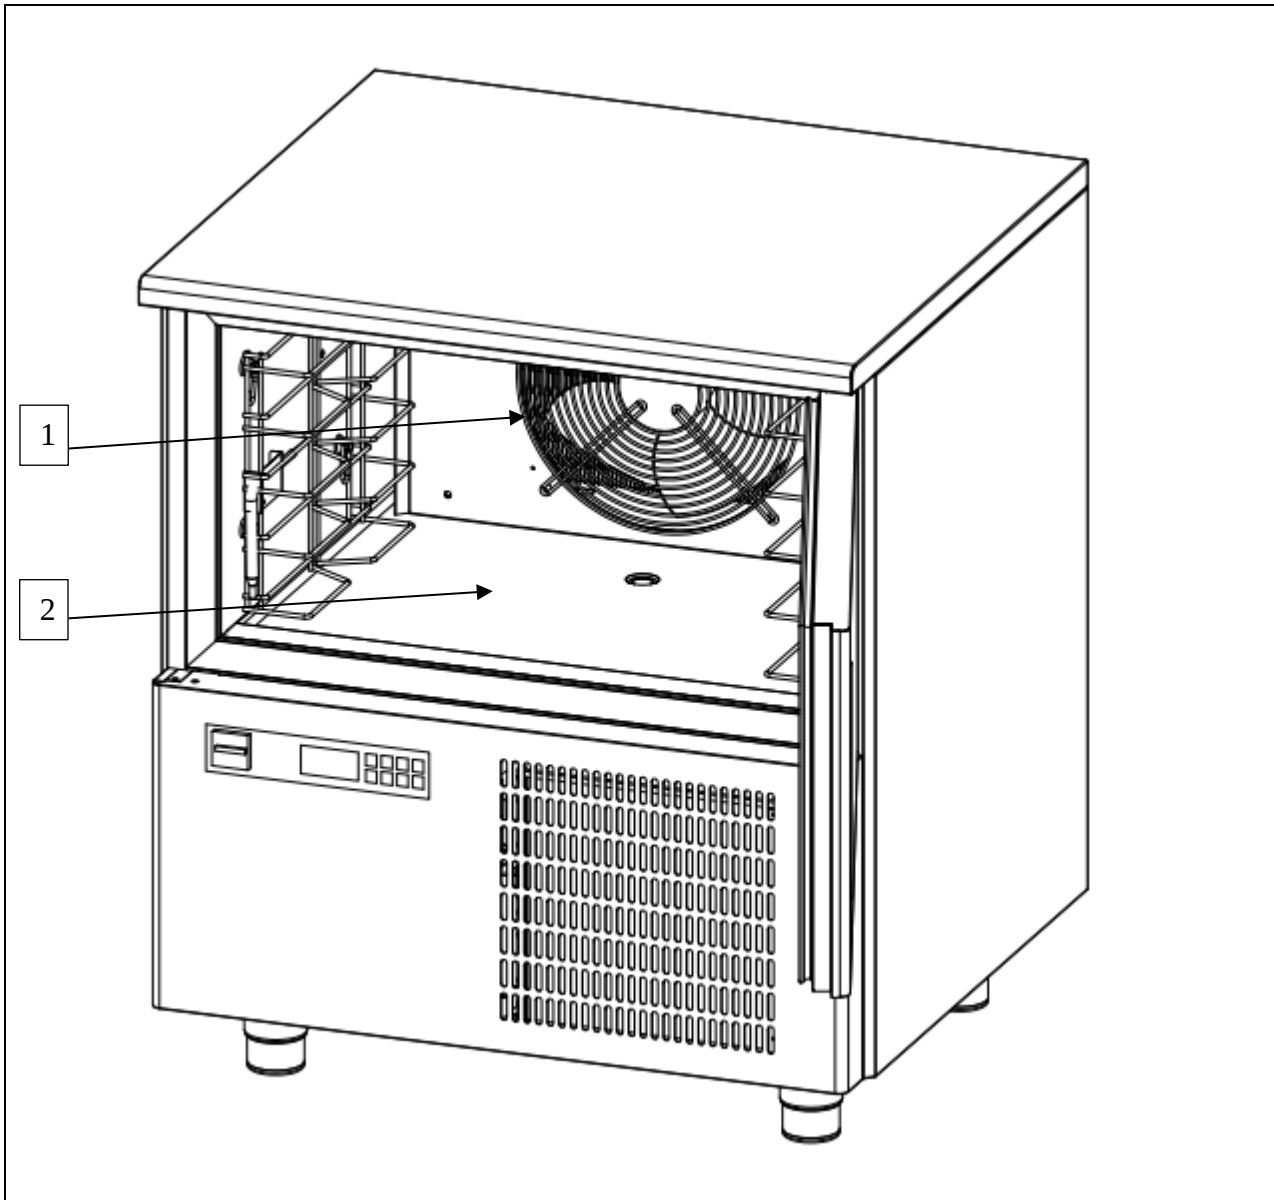

Fig. 1
- Si les arrivées d'air (réf. 1 fig. 1) sont bouchées;
- Si le produit à traiter se trouve contre les grilles d'aération (réf. 1 fig. 1), des arrivées d'air ou sur le fond de la cellule (réf. 2 fig. 1).